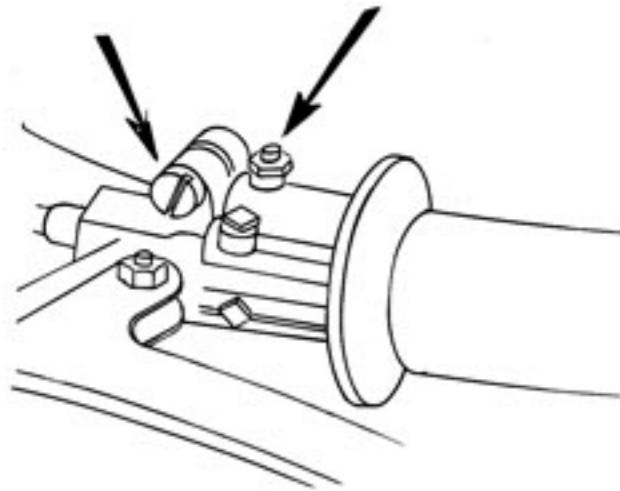

Fig. 1
- Desserrer le contre écrou de la vis de guidage du manchon de poignée tournante et dévisser la vis (clé de 8 mm et tournevis, Fig. 1).